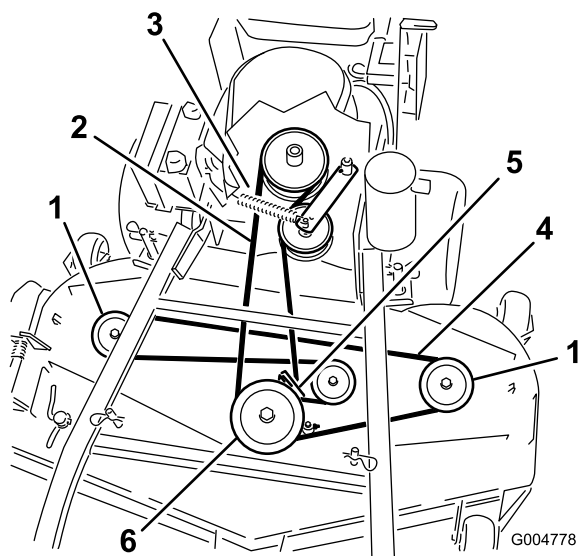
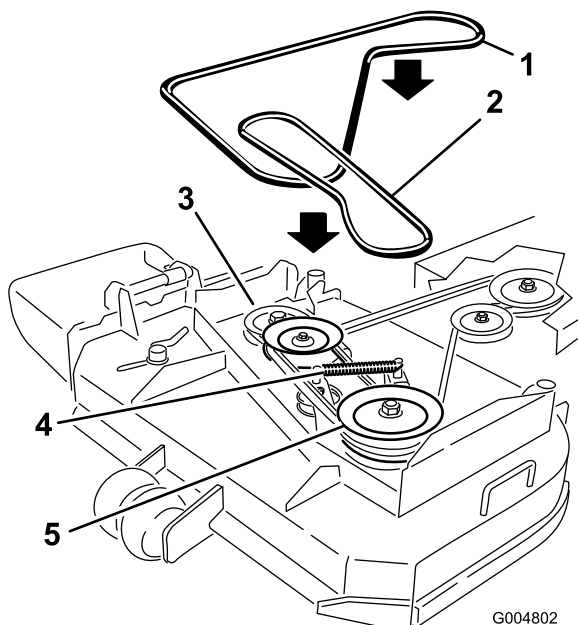

Figura 45
Figura 46
6. Desconecte el muelle del brazo de la polea tensora para aliviar la tensión de dicho brazo y de la polea tensora; retire la correa del cortacésped desgastada (Figura 45 o Figura 46).
7. Instale la nueva correa del cortacésped alrededor de las dos poleas exteriores de los ejes, la polea tensora y en la ranura inferior de la polea doble de los ejes (Figura 45 o Figura 46).
8. Conecte el muelle del brazo de la polea tensora (Figura 45 o Figura 46).
10. Ajuste la guía a 3 mm (1/8 pulg.) de la correa (Figura 45 o Figura 46).